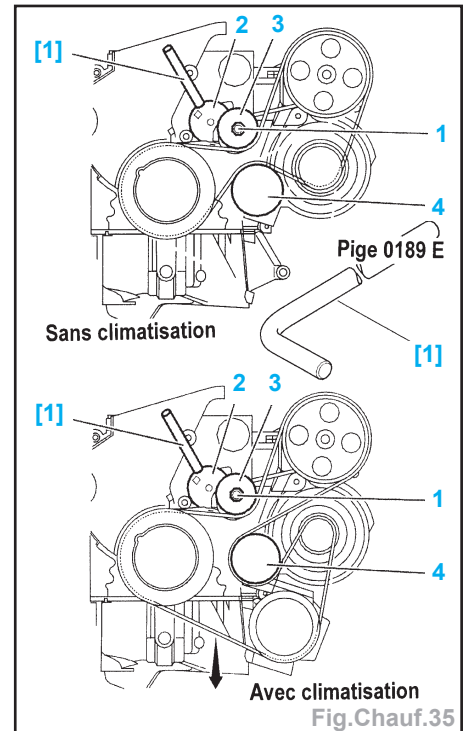

Fig.Chauf.35
- Déposer la courroie d'entraînement des accessoires (Fig.Chauf.35) :